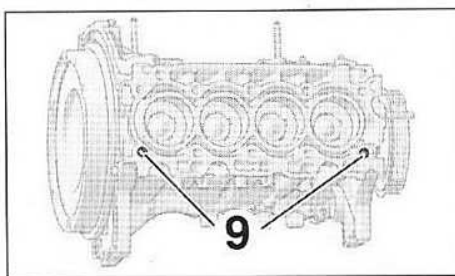

FIG.113
- Vérifier la présence des deux douilles de centrage (9) sur le bloc-cylindres (Fig.113).